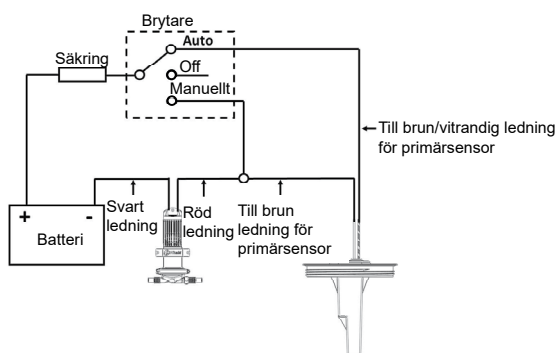

Fig. 8A Kabeldiagram – för enkelsensorsmodeller
- Fig. 8A & B Kabeldiagram
- **WARNING:** installationen **får** utföras endast av behörig elektriker. Felaktig kabeldragning kan orsaka brand med personskada eller dödsfall till följd. Den föreslagna kabeldragningsinformationen lämnas endast som en orientering (fig. 8A och fig. 8B) och kabeldragningen **måste** överensstämma med tillämpliga elstandarder. Säkringar eller strömbrytare av lämplig dimension **måste** installeras.
Step 4: Kabeldragning: se fig. 8A eller fig. 8B.
Felaktig kabeldragning	Kontrollera kablagen, fig. 8A / 8B